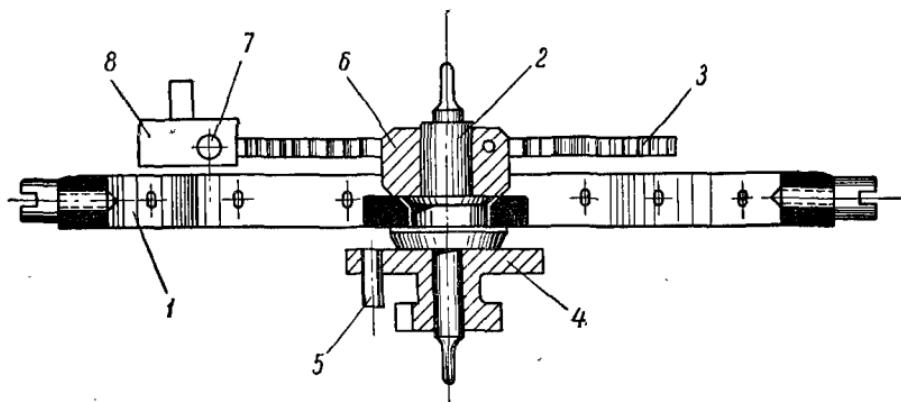

Рис. 56. Узел колебательной системы:
**Узел колебательной системы** (рис. 56). В этой системе особое значение имеет узел баланса, который состоит из баланса с винтами-грузиками 1, оси баланса с цапфами 2, двойного ролика 4, эллипса 5, волоска 3, колодки 6 и колонки волоска 8.